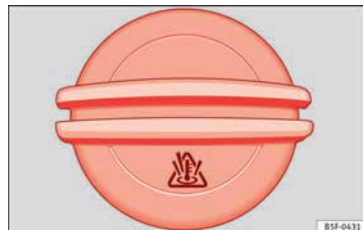

Fig. 170 Dans le compartiment moteur : bouchon du vase d'expansion du liquide de refroidissement.
- Le vase d'expansion du liquide de refroidissement est identifiable grâce au symbole  sur le bouchon » » » fig. 170.